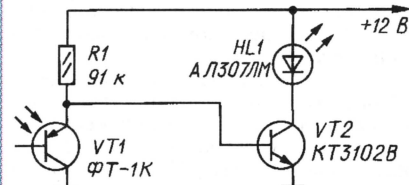

Рис. 2
**Примечание редакции.** В коллекторную цепь транзистора VT2 (см. рис. 2) последовательно со светодиодом HL1 необходимо включить токоограничительный резистор сопротивлением 620 Ом мощностью 0,5 Вт. Это защитит светодиод от перегрузки при случайном повышении напряжения бортовой сети и избавит от подбора резистора R1.